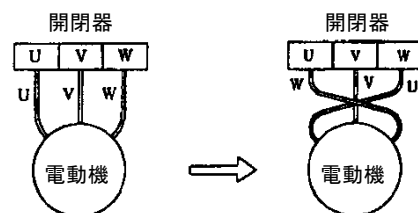

図 8
- 2) 次に回転方向を確認してください。ポンプを運転し、吐出し量が少なく異常音を発する場合は逆回転ですから、三相のうち二相を入れ替えてください。(図 8 参照)